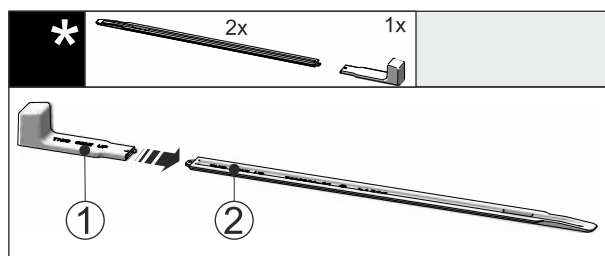

Fig. 47
- Sätt in monteringshandtaget Fig. 47 (1) i nivåskenan Fig. 47 (2).